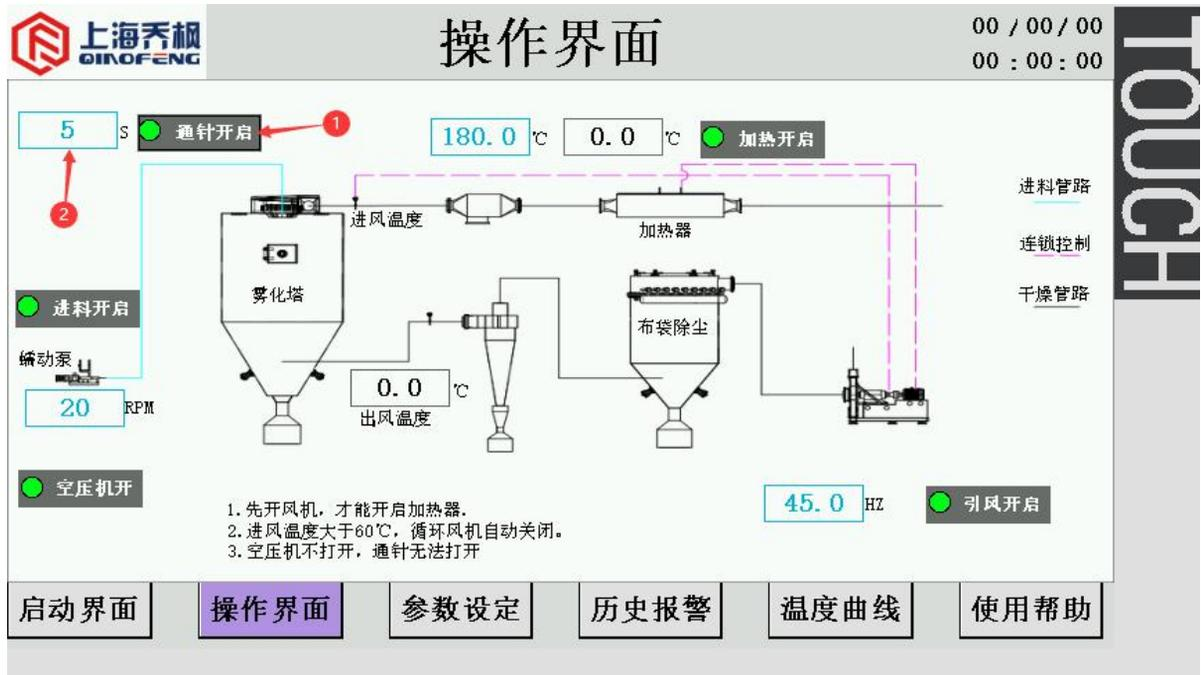

图 13
(2) 点击通针开关 1，通针开启。点击“S”前的设定框 2，用虚拟键盘输入“0-10”即为通针工作间隔时间。显示状态如下图 13 所示。